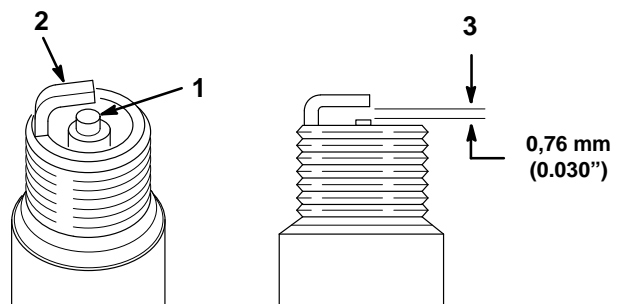

Abbildung 26
1. Die Zündkerzenmitte untersuchen (Abb. 26). Wenn der Kerzenstein hellbraun oder grau gefärbt ist, arbeitet der Motor einwandfrei. Eine schwarze Schicht am Kerzenstein weist gewöhnlich auf einen verschmutzten Luftfilter hin.
2. Den Abstand zwischen der mittleren und der seitlichen Elektrode kontrollieren (Abb. 26). Wenn der Abstand nicht korrekt ist, die Seitenelektrode verbiegen (Abb. 26).